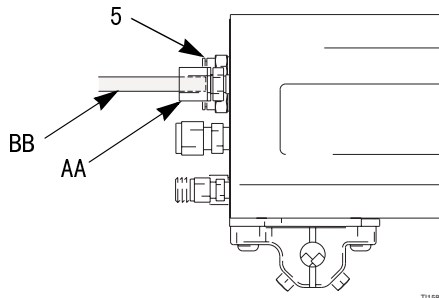

图 7: 光缆
2. 从光纤 (5) 接口移除螺母 (AA)，并在光缆 (BB) 尾部滑动螺母。见图 7。
3. 将电缆 (BB) 推入接口 (5)，直到最低点为止。拧紧螺母 (AA)，以保护电缆。